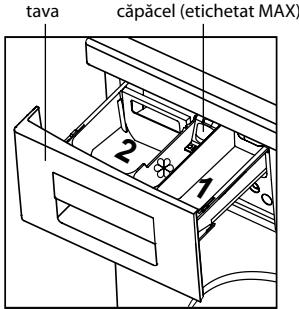
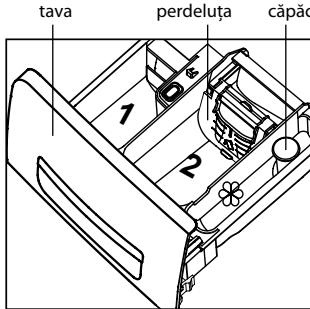
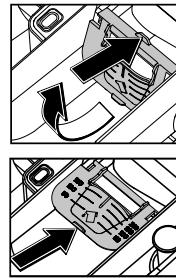

Figura 14
Figura 15
Figura 16
6.2.6 Înainte de a utiliza detergenti sub formă de pulbere în tava aşa cum se arată în Figura 15, trebuie să deschideți declanșatorul aşa cum se arată în Figura 16: apăsați pe fila pe ea și transferați-o în poziție orizontală, apoi împingeți pană la capăt în direcția indicată de săgeată.
6.2.7 Când alegeti funcțiile suplimentare , , se recomandă să utilizați numai detergenti praf, care sunt plasate în împărtășurile 1 și 2, în conformitate cu Figura 14, 15.
În mașina cu o tavă aşa cum se arată în Figura 15, înainte de a utiliza detergentul lichid este necesar a transfera declanșatorul în poziție verticală: împingeți-l spre sine pană se oprește și lasați.
6.2.9 Supradozajul substanților de tratament special în împărtitura  (mai sus de MAX marcat pe capac aşa cum se arată în Figura 14 sau eticheta de pe partea laterală a împărtășurii, în conformitate cu Figura 15), precum și intrarea lor în împărtitura vecină reduce calitatea de spălare.